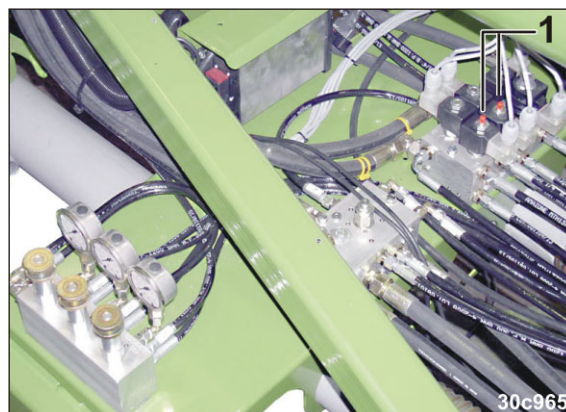

Рис. 276
10. Снимите облицовку блока управления (Рис. 276).
11. Выверните оба штифта (Рис. 276/1) из клапанов.
По окончании ремонта приведите штоки клапанов (Рис. 276) в нормальное положение.